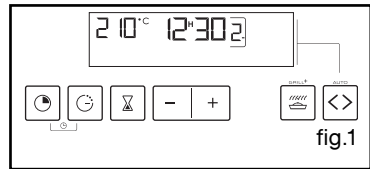

fig.1
• **Rooster met kantelbeveiliging (fig.1)**
Het display knippert op 12:00. (fig.1)
De keuzeknop moet verplicht op 0 staan (fig. 1).
Deze mag niet knipperen (fig. 1).
- Kies de gewenste bakwijze en pas de temperatuur aan. (fig.1).
Weerdgave van einde baktijd om aan te duiden dat u dan kan instellen (fig. 1).
– De programma schakelaar moet aalleen het uur weergeven (fig.1).